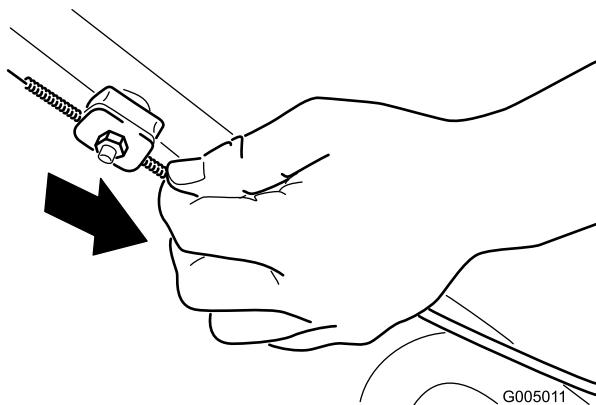

Рисунок 30
- Вытягивайте оболочку троса (к газонокосилке), пока в тросе не появится слабина (Рисунок 30).